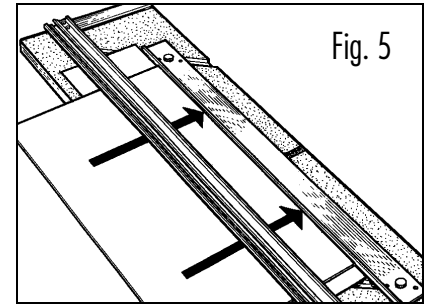

Fig. 5
- 3 Place mat color side down under guiderail and against matguide. (Fig. 5)
- 5 Schrägschnitt-Schneidkopf in Führungsnut einhängen und Start- & Stop-Markierung an der unteren Bleistiftlinie anlegen (Fig. 5).